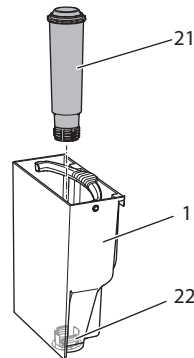

Fig. 15: Vissage/dévisage du filtre à eau
- Retirer la cartouche filtrante à eau (voir Fig. 15 à la page 67).
9. Mettre un nouveau filtre en place dans le réservoir d'eau (voir Fig. 15).
3. Retirer le filtre à eau (voir Fig. 15).